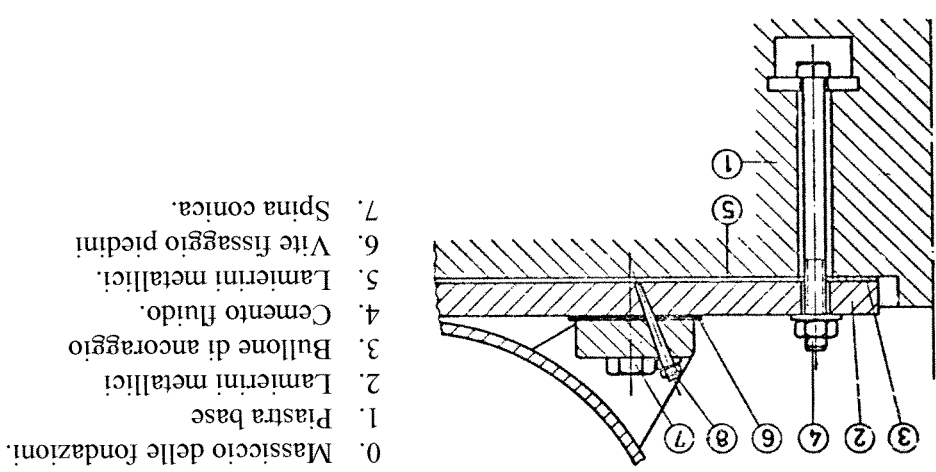

Fig.1. Installazione di una macchina su piastra base.
3.3.2. Installazione su piastra base (fig. 1)